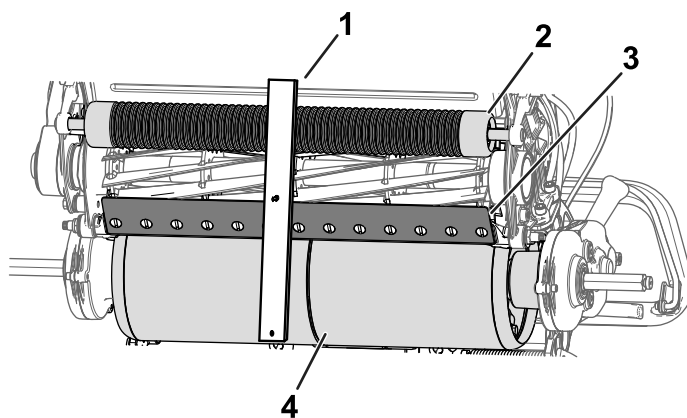

Figura 13
2. Agganciate la testa della vite dell'indicatore dell'altezza di taglio sul lato destro del tagliente della controlama e appoggiate la parte posteriore della barra sul tamburo di trazione (Figura 13).